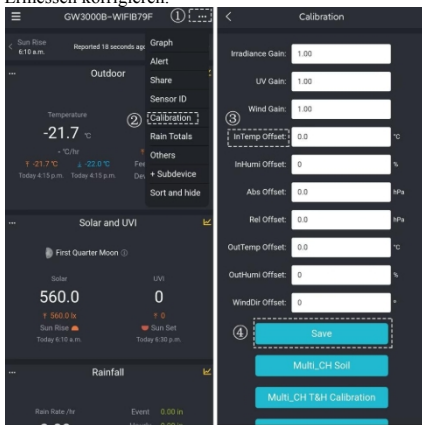

Abbildung 27
3. Für einen bestimmten Parameter (in Abbildung 27 wird die Innentemperatur als Beispiel verwendet): Berechnen Sie den Offset der Daten der präzisen Wetterstation und des ecowitt-Sensors.